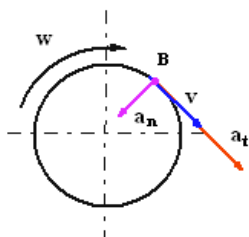

Рисунок 5
**Цель работы** — подставив заданные коэффициенты в общее уравнение движения, определить вид движения. Определить скорость и ускорение груза в моменты времени  $t_1$  и  $t_2$ , а также скорость и ускорение точки B на ободе барабана лебедки (рис.5 и табл.1).
Параметры движения точки вращающегося тела (рис.5):